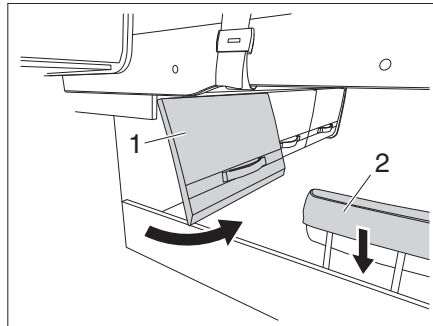

Fig. 145 Trampilla del compartimento y reposacabezas
- Abrir la trampilla del compartimento (Fig. 145,1).
- Bajar el reposacabezas (Fig. 145,2).